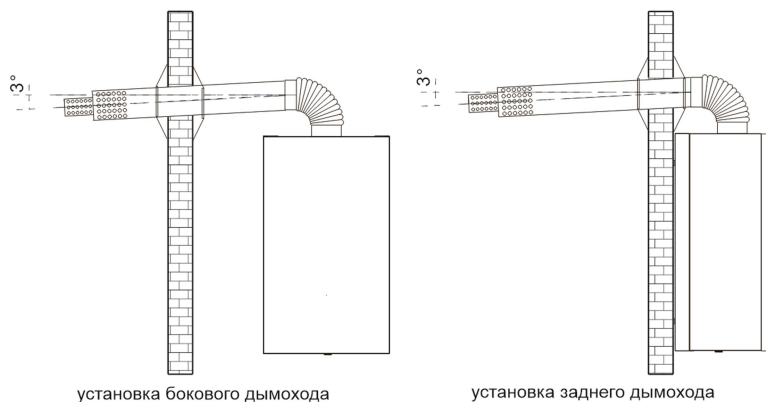

Рисунок 4. Способы установки дымохода
5.11.3. Котел может быть установлен любым из следующих способов (см. рис. 4):